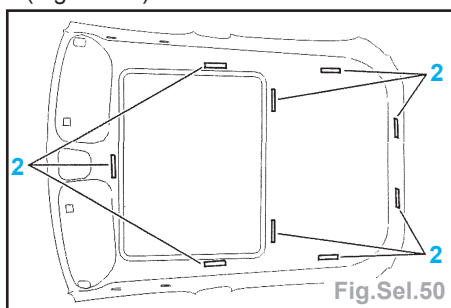

Fig.Sel.50
- A l'aide d'une 2^{ème} personne, dégrafer tous les velcros (2) pour désolidariser le cadre du toit ouvrant et du pavillon (Fig.Sel.50).